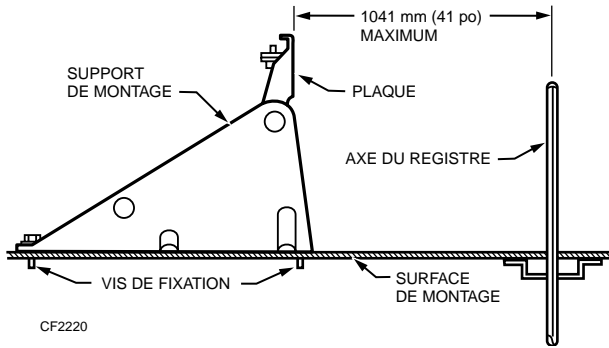

Fig. 15. Installation du support de montage.
6. Installer le support de montage à l'aide des quatre vis d'arrêt fournies (Fig. 15).